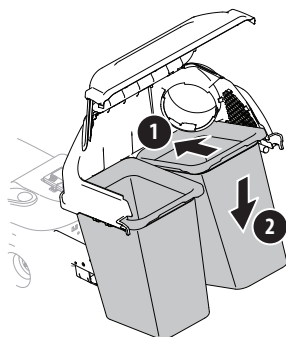

Figura 14
9. Instale ambos conjuntos de bolsas recolectoras de césped con los lados de engrane apretados hacia adelante, a las ménsulas de soporte de las bolsas insertando el borde delantero primero, como se muestra en la Figura 14, y manteniendo el borde trasero hacia abajo hasta que encaje en la unidad.